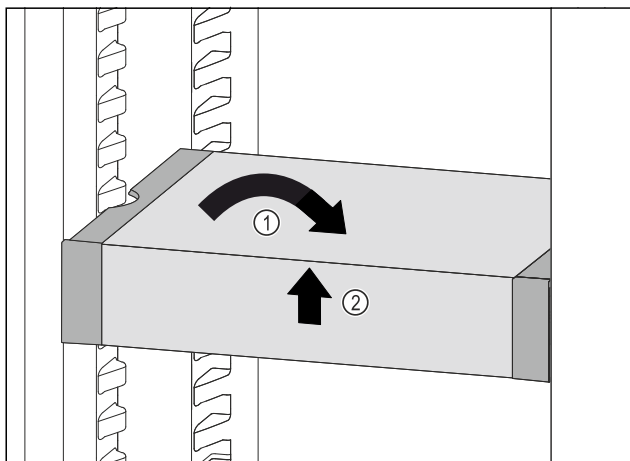

Fig. 113
- VarioSafe postavte rovně. Fig. 113 (1)
- VarioSafe vpředu zvedněte. Fig. 113 (2)